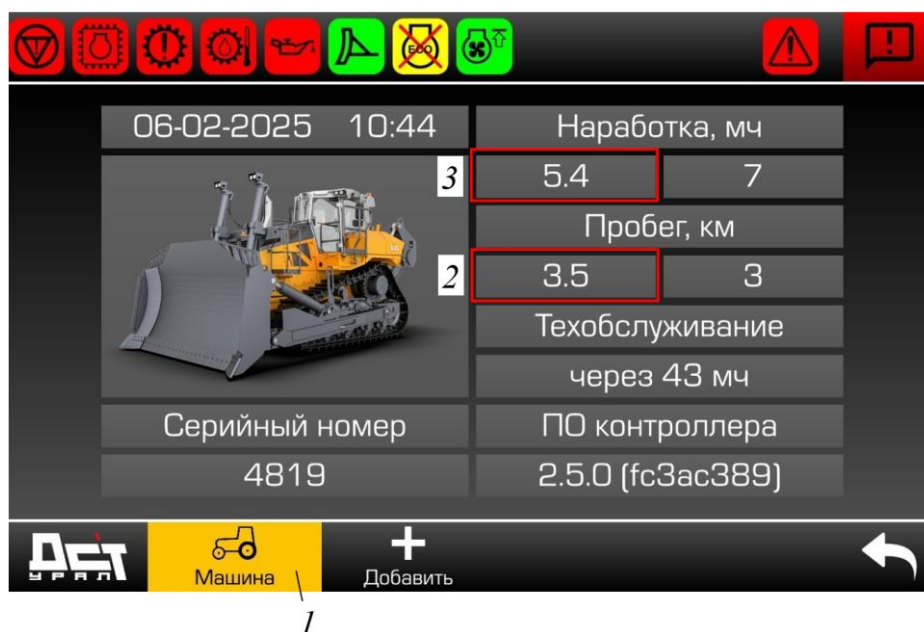

Рисунок 3.17. Страница «Машина»
- Открыть главное меню и выбрать вкладку «Машина», поз. 1 рис. 3.17.
- Нажать и удерживать цифровой индикатор суточной наработки, см. поз. 3, рис. 3.17.
- Нажать и удерживать цифровой индикатор суточного пробега, см. поз. 2, рис. 3.17.